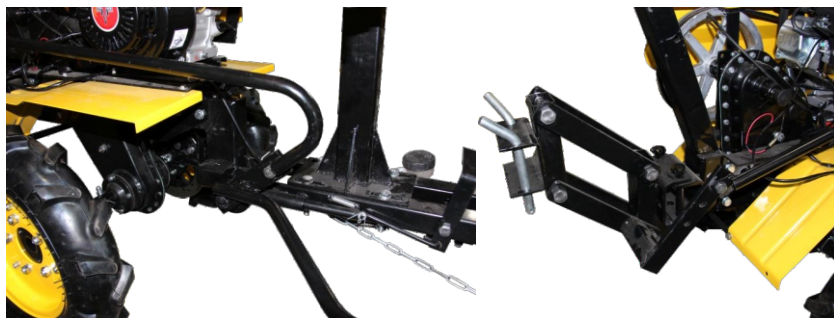

Рисунок 7. Дополнительное оборудование.
6.14. Установите дополнительное оборудование, необходимое для выполнения запланированных Вами работ (пług, окучник и т.п.) (Рис.7,8).